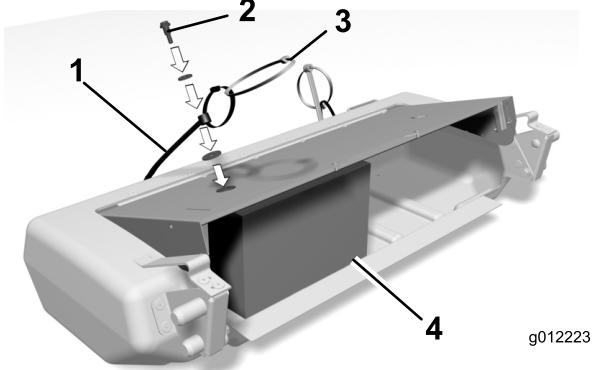

図 12
1. 出荷時にストラップボルトに付いているワッシャとナットを取り外す図12。
2. ストラップについているケーブルタイを取っ手代わりに使って各ストラップを引き伸ばして、ストラップをワッシャ2枚とロックナットでバスケットに固定できるようにする図12。バスケット上部の左右それぞれに、ワッシャを取り付ける。
注木片 20cm x 10cm 図12をバスケットの中に入れてバスケットの天井を支えておくとストラップの取り付けが簡単です。